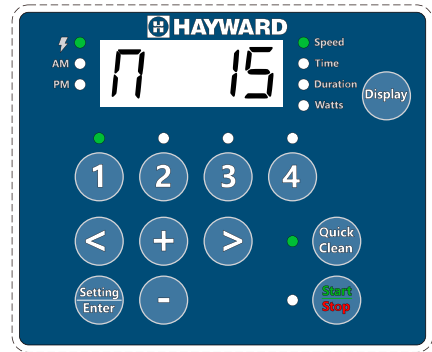

Figura 8
- 2. Pulsar Setting dos veces. El LED del parámetro Duración (Duración) parpadeará durante la edición. Consultar Figura 8.